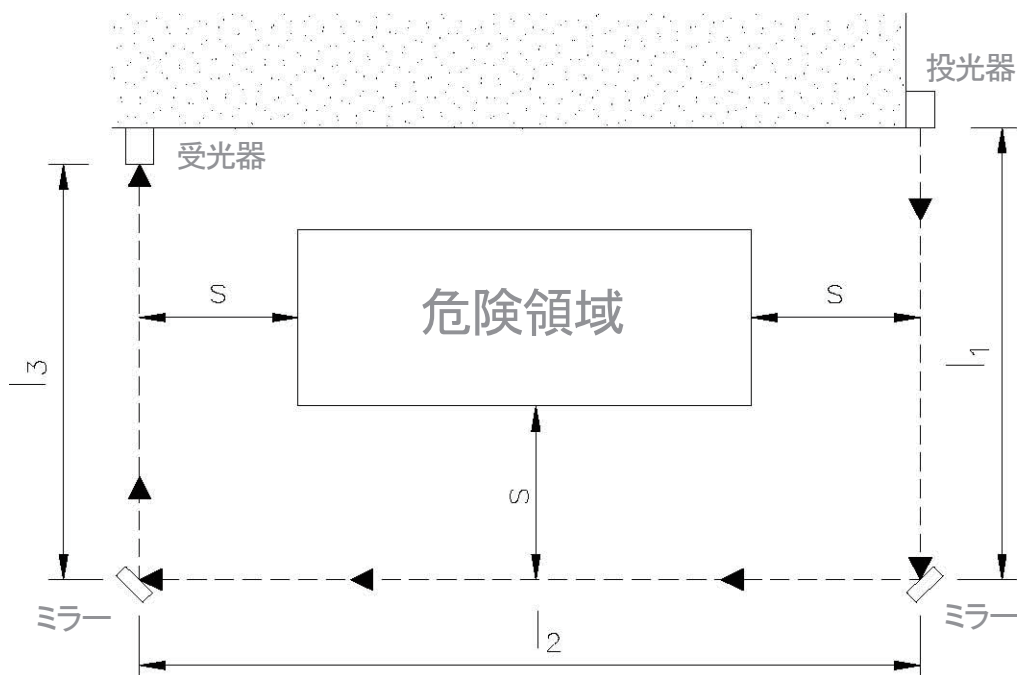

図 14
- 危険領域へアクセスできるそれぞれの方向で、最小安全距離  $S$  を確保できる位置にミラーを配置してください(図 14)。